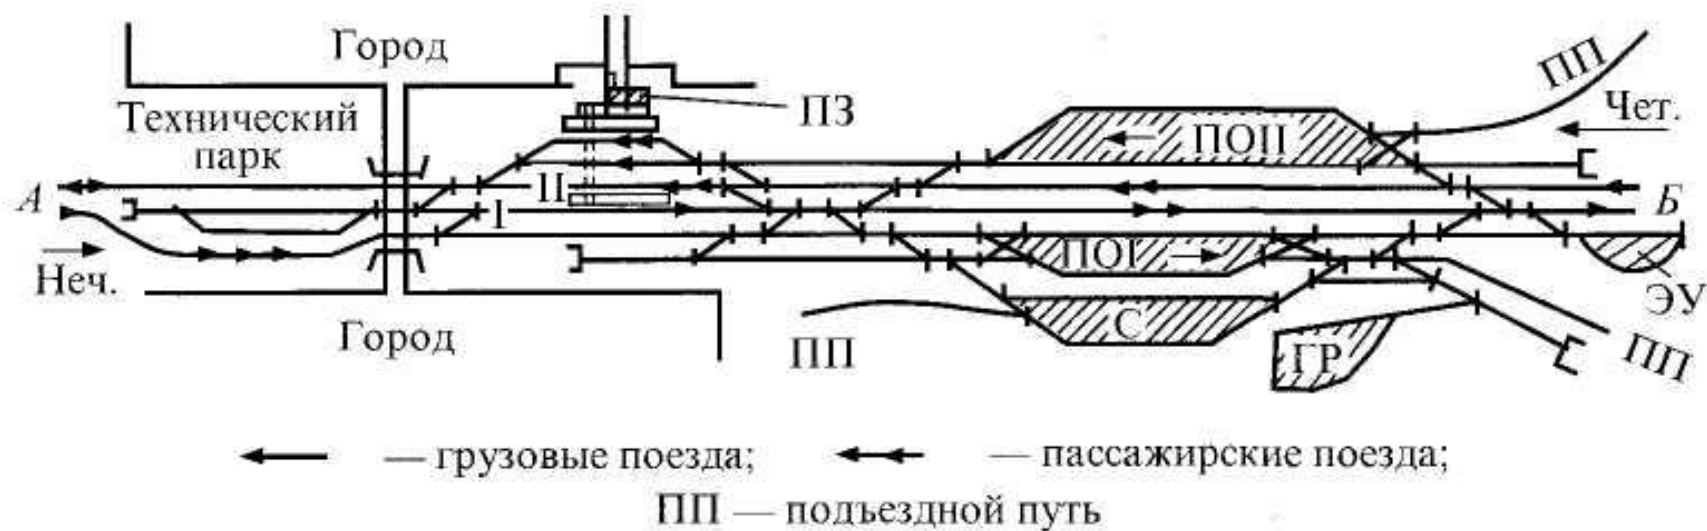

Рис. 4.8. Схема участковой станции с последовательным размещением пассажирских устройств и парков для грузового движения
- Кроме перечисленных на сети существует еще много различных схем. *Схема с последовательным размещением пассажирских устройств и приемо-отправочных парков для грузового движения* (рис. 4.8) оказывается приемлемой при значительных размерах пассажирского движения и большом количестве транзитных грузовых поездов, следующих через станцию без смены локомотивов. Примыкание подъездных путей в этом случае удобно с любой стороны.